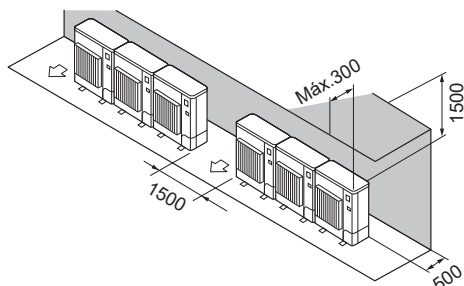

Fig. 2-14
- (2) Obstáculos sólo en la parte trasera y superior (Fig. 2-14)